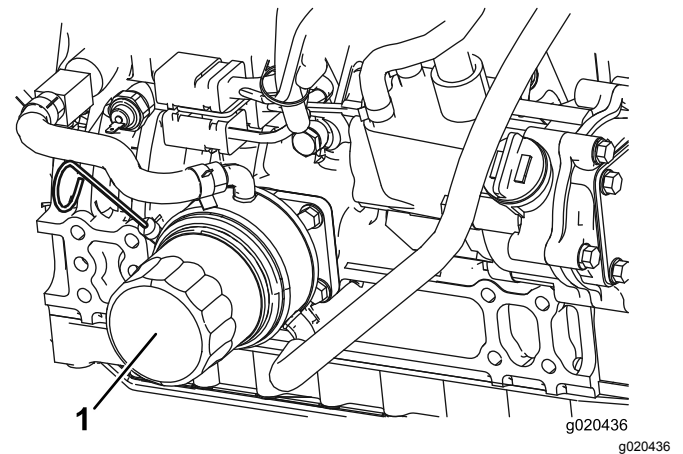

Figure 30
2. Déposez le filtre à huile (Figure 30). Appliquez une fine couche d'huile propre sur le joint du filtre de rechange avant de le visser en place. Ne serrez pas excessivement.